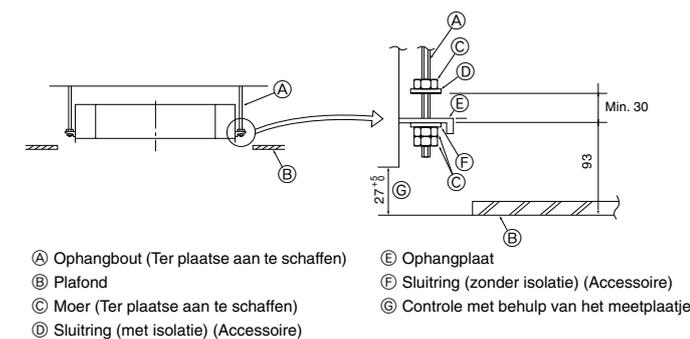

Fig. 4-5
4.5. Werkwijze om het apparaat op te hangen (Fig. 4-5)